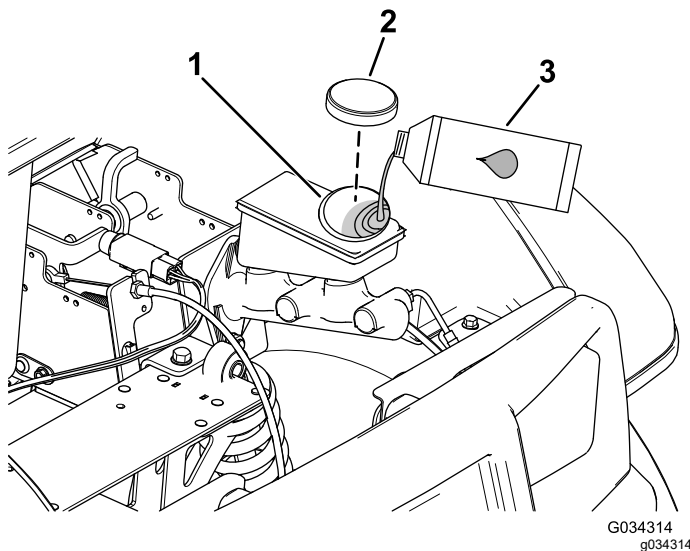

Figura 56
2. Eleve el capó para acceder al cilindro del freno principal y al depósito (Figura 56).
- A. Limpie la zona alrededor del tapón del depósito y retire el tapón (Figura 56).
- C. Coloque el tapón del depósito (Figura 56).